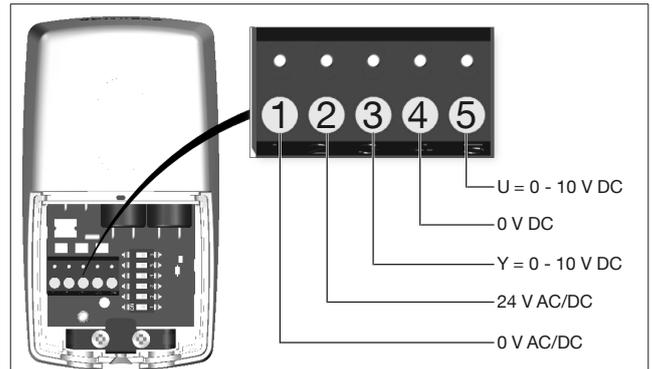

Fig. 5: Disposition des raccordements
(1)	0 V AC/DC - bleu (BU)
(2)	24 V AC/DC - brun (BN)
(3)	Réglage 0 - 10 V DC - gris (GY)
(4)	Acquittement de la position 0 V DC - jaune (YE)
(5)	Acquittement de la position 0 -10 V DC - vert (GN)
- Établir l'alimentation électrique selon la disposition souhaitée sur la Fig. 5 en page 9.